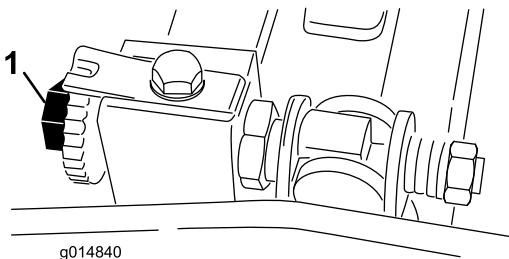

図 52
3. カッティングユニットの右端から数えて1番目と2番目の下刃ねじの間でリール刃と下刃とを交差させる図52。
6. シムを左右に滑らせながら、シムに軽い圧迫シムが挟まれる感じを感じるまで、右側のベッドバー調整ねじを回す図 52。